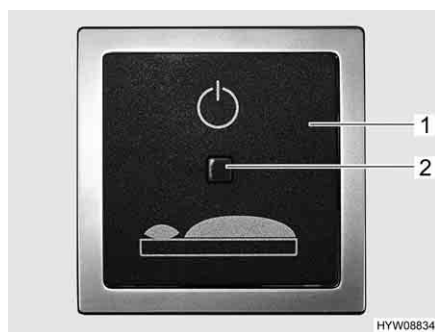

Fig. 66 Interruttore a tasto attivazione letto di coda
- Premere una volta l'interruttore a tasto (Fig. 66,1) nel gavone di coda per attivare la meccanica di sollevamento. La spia di controllo (Fig. 66,2) si accende.
- Premere di nuovo l'interruttore a tasto (Fig. 66,1) per disattivare la meccanica di sollevamento. La spia di controllo (Fig. 66,2) si spegne.